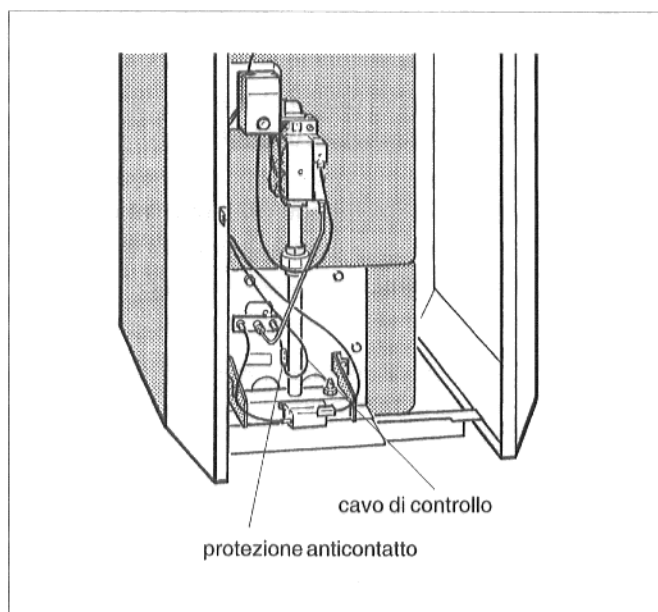

Fig. 34: Cavo di controllo
- Togliere la protezione anticontatto dal cavo di controllo (Fig. 34) ed allentare il collegamento a spina.